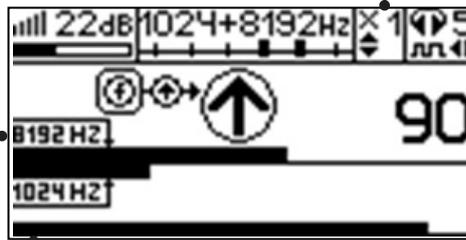

Рис.4.4
4. «Назначение» производится нажатием кнопки **f** при расположении датчика точно над «выделенной» коммуникацией, считающейся «своей». После этого указатель направления сигнала приобретает вид - (↓). При переходе на «чужую» коммуникацию с другим «направлением сигнала» (или при изменении положения датчика на «обратное») раздастся звук и стрелка покажет «направление сигнала - назад (↓)» (рис.4.4)
Методика: Производя трассировку с применением ЭМД на низкой активной частоте (512Гц / 1024Гц) (**см. раздел активный трассопоиск**), наблюдать за уровнем сигнала. Локальное повышение и резкое уменьшение уровня указывают на вероятность наличия дефекта изоляции. (**рис. 4.4**) При этом величина сигнала может меняться по различным причинам: положение датчика, глубина залегания кабеля, наличие мешающих конструкций. Поэтому таким методом можно обнаружить лишь «низкоомные» дефекты сопротивлением менее 1кОм.